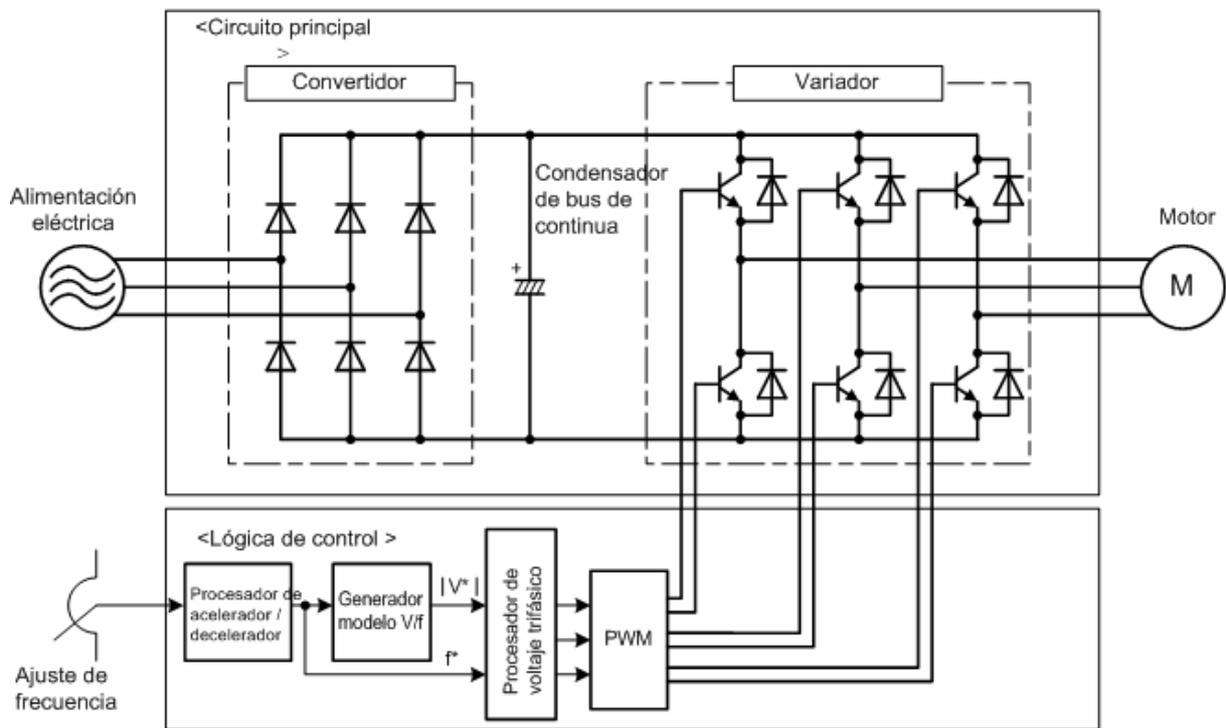

Figura 1.4 Diagrama de bloques esquemático de FRENIC-Eco
Según se muestra en la Figura 1.4, la sección del variador convierte la energía comercial de entrada en energía CC por medio de un rectificador de onda completa, que se utiliza entonces para cargar el condensador del bus de conexión CC (condensador de cubeta). La parte del variador modula la energía eléctrica cargada en el condensador de bus de conexión CC por medio de la Modulación de Amplitud de Impulsos (PWM) y alimenta la salida al motor. (La frecuencia de conmutación de la PWM se denomina "Frecuencia portadora"). El voltaje aplicado a los terminales del motor tiene la forma de onda que se muestra en el lado izquierdo ("forma de onda de voltaje de PWM") de la Figura 1.3, formada por los ciclos alternos de impulsos positivos e impulsos negativos. Por otro lado, la corriente que discurre a través del motor, tiene una forma de onda de corriente alterna (CA) bastante uniforme, según se muestra en el lado derecho ("Forma de onda de corriente") de la Figura 1.3, gracias a la reactancia de la bobina del motor. La sección de lógica de control controla la PWM para que esta forma de onda de corriente sea lo más cercana posible a una forma de onda sinusoidal.